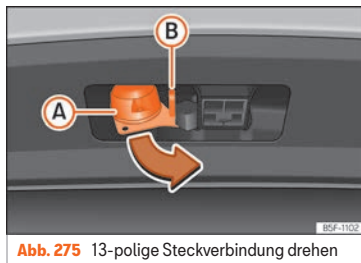

Abb. 275 13-polige Steckverbindung drehen
- Halten Sie die 13-polige Steckverbindung im Bereich (A) und ziehen Sie sie in Pfeilrichtung heraus »» Abb. 275.
- Halten Sie die 13-polige Steckverbindung im Bereich (A) und stecken Sie sie entgegen der Pfeilrichtung ein »» Abb. 275.
Die Sicherheitsöse (B) »» Abb. 275 dient dem Einhängen des Halteseils des Anhängers.